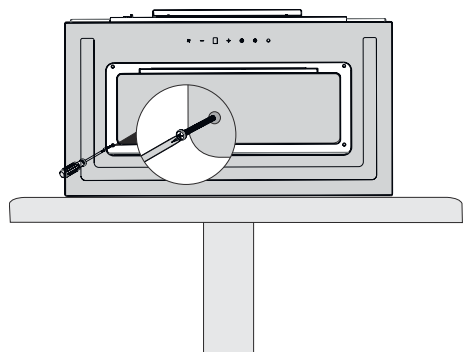

Fig. 11
3. → Skru hele glaspanelet af, skruerne finder du i hver hjørne omkring glaslågen. (Fig. 11)